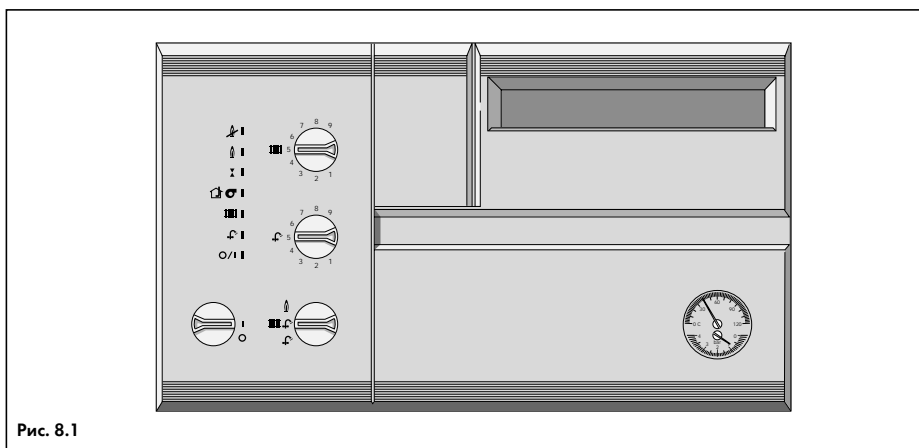
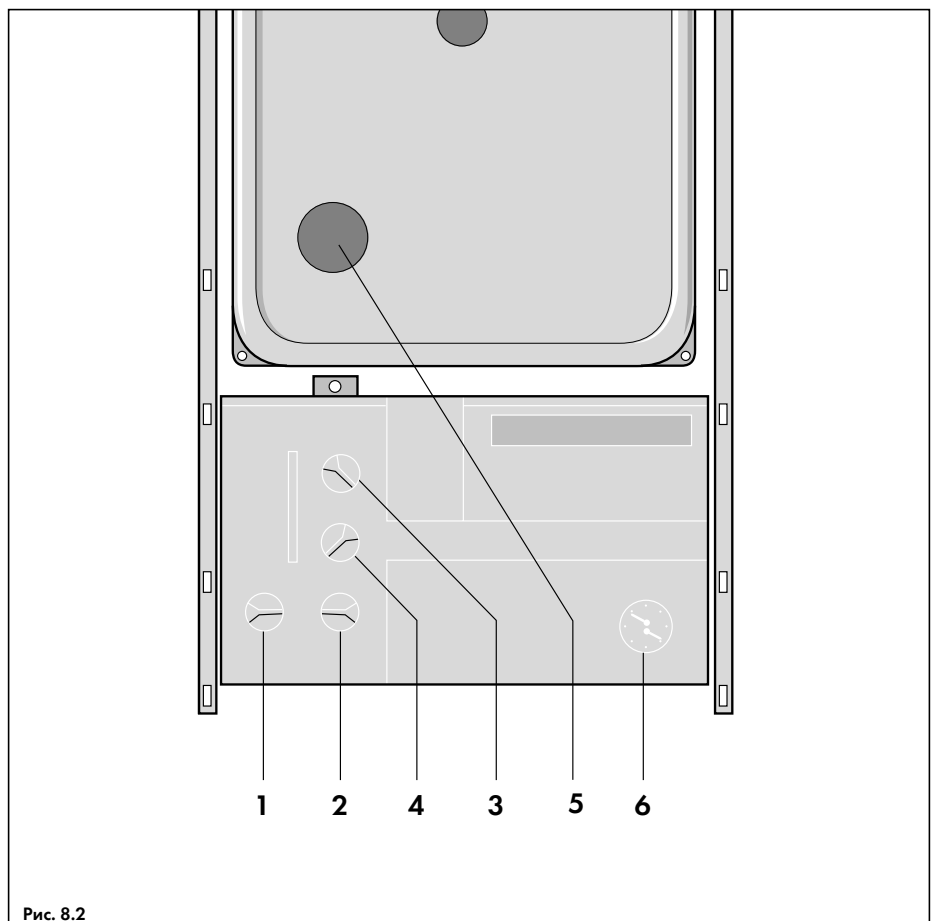

Рис. 8.1
Рис. 8.2
Аппарат имеет систему индикации, которая показывает его рабочее состояние и возникшие при работе неисправности. С её помощью можно провести проверку функционирования аппарата в режимах отопления и приготовления воды для хозяйственных нужд* (рис. 8.1).
- Включить главный выключатель котла, поставив его из положения "выкл" (0) в положение "вкл" (1); При этом должен загореться зеленый СДИ "Сеть вкл/выкл";
- Обеспечить запрос работы аппарата на отопление, установив регулятор температуры подающей линии (3, рис. 8.2) на "9". В случае, если к аппарату подсоединены внешние регуляторы, обеспечить запрос работы аппарата на них. При этом должен загореться желтый СДИ "Запрос отопления";
Указание: Если попытка зажигания оказалась безуспешной, то на панели управления котла включится красный СДИ "Сбой" (см. рис. 8.1). Как правило, это означает, что нарушена подача газа или же из газопровода не до конца удален воздух. Проверить еще раз подачу газа, после чего переключатель режимов работы (2, рис. 8.2) повернуть в положение "Разблокировать" . Будет предпринята повторная попытка розжига.
- Включить аппарат в любом режиме и закрыть газовый кран на опуске. В течение 10 с аппарат должен пытаться разжечь горелку (искровые разряды на электродах розжига можно видеть через смотровое окошко на крышке турбо-камеры (5, рис. 8.2)). По истечении 10 сек. аппарат должен выключиться;
- Открыть газовый кран и снять сбой, для чего переключатель режимов работы (2, рис. 8.2) повернуть в положение "Разблокировать" . Горелка будет разблокирована и аппарат начнет работу.
- Повторно заполнить водой отопительную установку и спустить из нее воздух, как описано в главе 6.4. Систему отопления заполнить до уровня, при котором манометр (6, рис. 8.2) показывает давление на 0,5 бар больше, чем статическое давление воды в системе отопления на уровне установки аппарата, но не менее 1 бар. Статическое давление 1 бар соответствует 10 м высоты системы отопления.
Указание: Минимальное давление на манометре (6, рис. 8.2) никогда не должно опускаться ниже значения 1 бар.